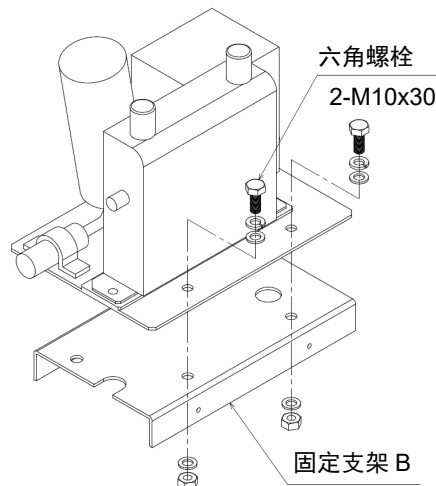

图 1.5 送丝机的安装(步骤 2)
2. 请参阅图1.5将送丝机安装在固定支架B上。安装时，使用送丝机附属的六角螺栓、垫圈和螺母固定。